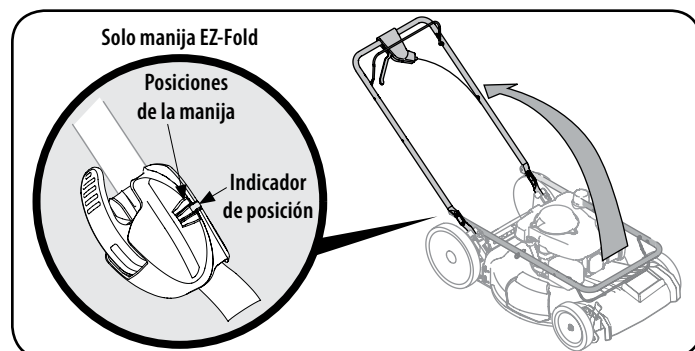
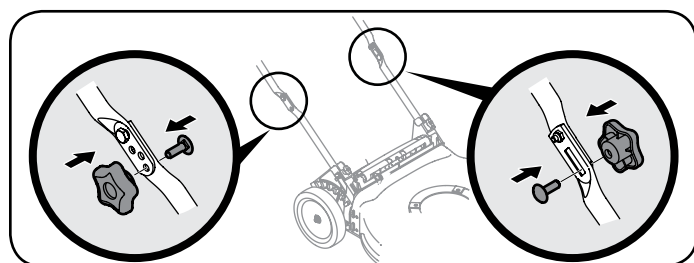

Figura 3
Figura 4
3. Mientras estabiliza la cortadora para que no se mueva, gire la manija superior hacia arriba como se muestra en la Figura 3. No doble el cable mientras levanta la manija.
NOTA: Solo manijas EZ-Fold: Cuando levante la manija superior asegúrese de que el indicador de posición esté alineado con una de las tres posiciones de la manija. Vea el recuadro de la Figura 3.
- a. Manijas con perilla y pernos del carro: Vuelva a colocar las perillas y pernos del carro que se retiraron en el Paso 2a dentro de los orificios inferiores de la manija. Consulte la Figura 4.
5. Retire la T-pernos de la manija entre corchetes como se muestra en la Figura 3.
- a. Tire hacia arriba en el asa hasta agujeros en la manija (que se muestra en la Figura 3 corte de la cubierta) se alinean con los agujeros en el mango soporte. Vea la Figura 4.
- b. Inserte el T-pernos quitó anteriormente a través del mango corchetes y asa inferior y apriete bien para asegurar el mango en su lugar. Vea la Figura 4.